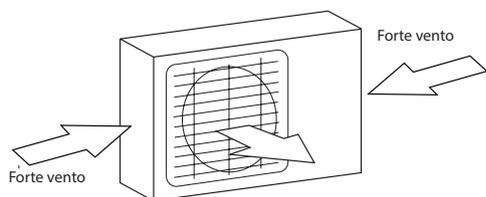

Fig. 5.1
- ☑ Se la posizione di installazione è esposta a forte vento (ad esempio in prossimità della costa), l'unità deve essere appoggiata contro la parete in modo che risulti protetta dal vento. Se necessario, usare barriere frangivento (o similari). (Fig. 5.1 e 5.2)